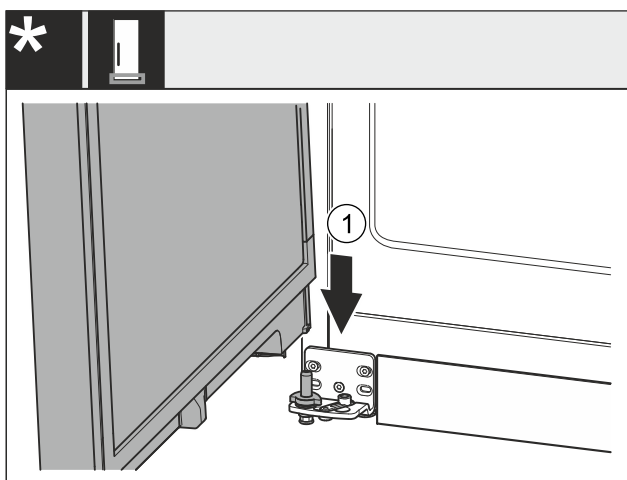

Fig. 29
- Deur van bovenaf op de onderste lagerbouten Fig. 29 (1) plaatsen.